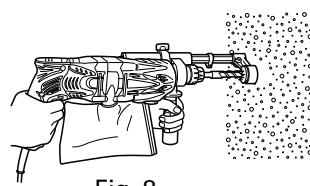

Fig. 8
- (1) Monter le foret de perçage.
- (2) Tirer l'interrupteur de déclenchement après avoir appliqué la pointe du foret sur la position de perçage désirée (Fig. 8).
- (3) Il n'est pas du tout nécessaire d'appliquer une forte pression sur le marteau rotatif. Il suffit d'appliquer une légère pression de manière à ce que la poussière et les éclats soient déchargés progressivement.
- Quand le foret de perçage touche une poutre en fer, la mèche s'arrête immédiatement et la perceuse réagit en tournant. Par conséquent, tenir fermement la poignée principale et la poignée latérale, comme indiqué à la Fig. 8.